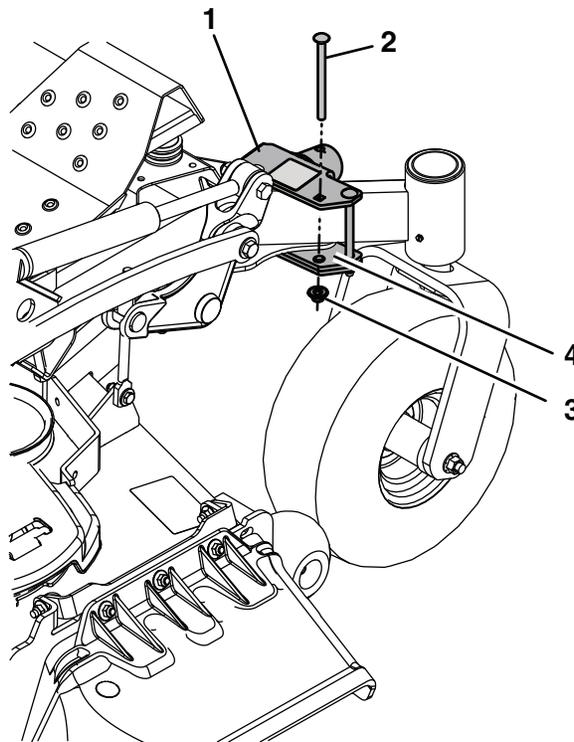
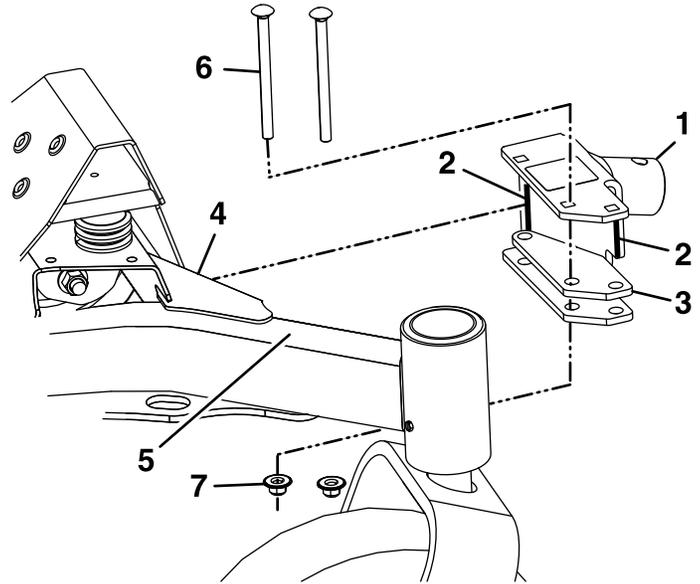

Figura 1
Figura 3
2. Alinee los bordes verticales del soporte del gato con el tubo del bastidor y el refuerzo, como se muestra en la Figura 3.
3. Coloque el espaciador entre la parte inferior del bastidor y la parte inferior del soporte del gato (Figura 1 y Figura 3). Instale los dos pernos exteriores de 3/8-16 x 5" y las tuercas Nyloc de 3/8" (ver la Figura 1) y apriete con los dedos.